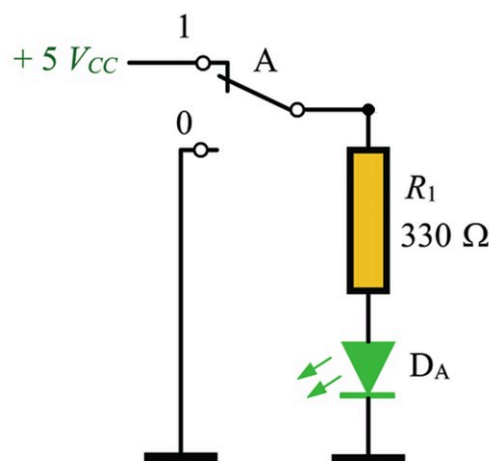
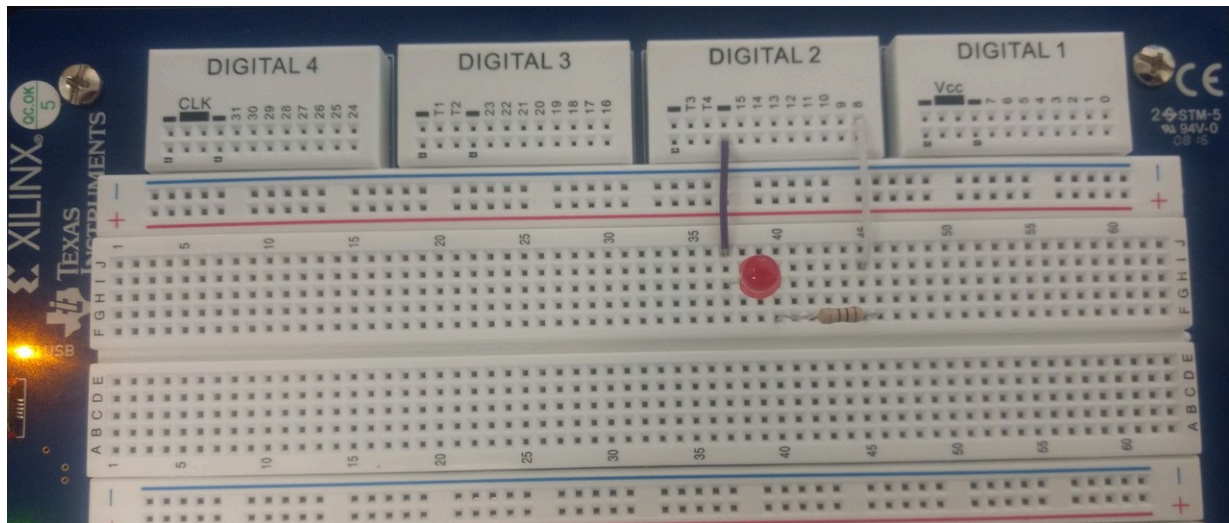
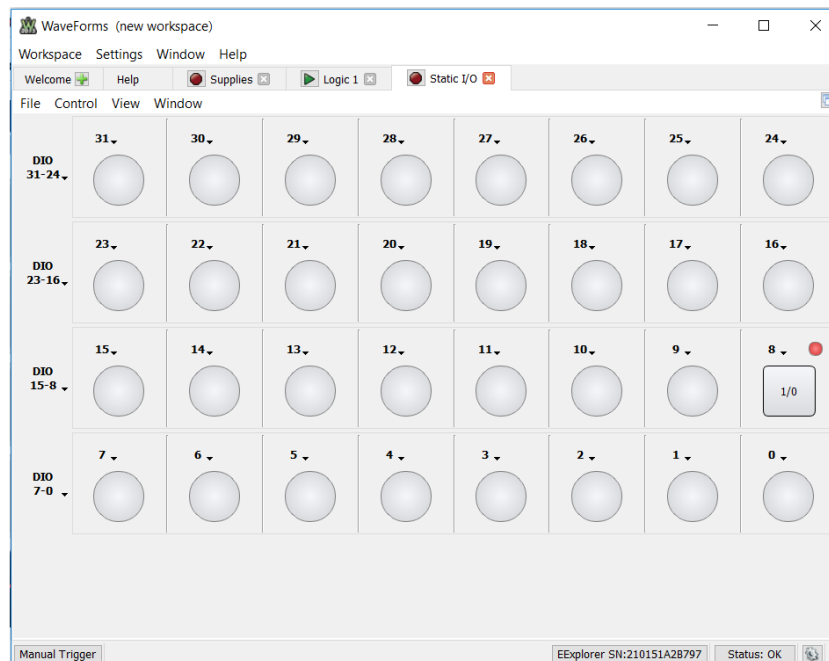

Figura 16. Esquemático del circuito a implementar.
Figura 17. Implementación del circuito en la EE Board.
Figura 18. Configuración del switch en el software WaveForms.
- A. En este primer circuito haremos simplemente un circuito serie que nos permitirá encender y apagar un diodo LED. Para esto arme en la zona protoboard de la EE Board el circuito esquemático mostrado en la figura 16; para tener una mejor perspectiva del circuito puede revisar la figura 17.
- B. Configure el circuito de la figura 17 y tenga cuidado con las patillas de conexión del LED; después configure el software: en la opción *Static I/O* cambie el tipo de *switch* y pruebe que el LED enciende. Esto se puede apreciar en la figura 18.
Nota técnica – cómo funciona el interruptor de la figura 16